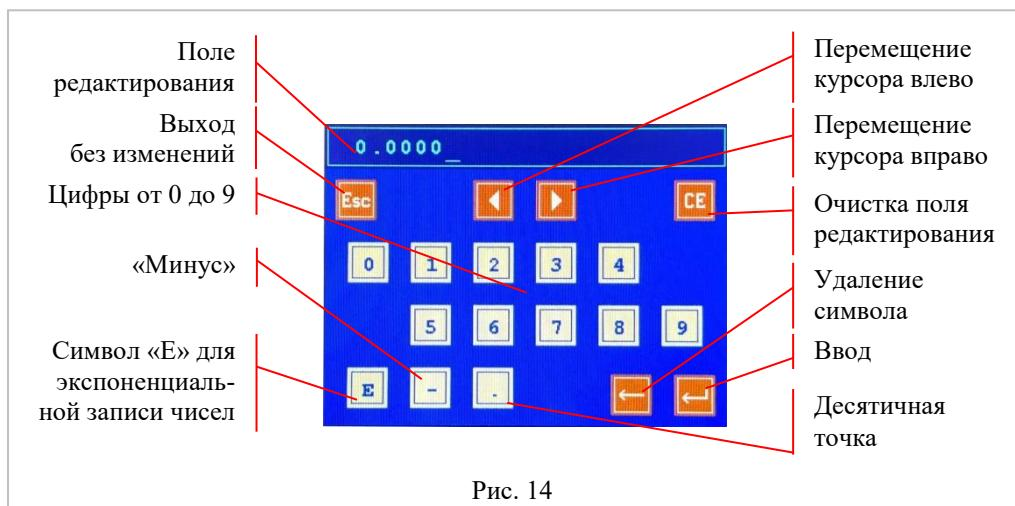

Рис. 14
4.1.7.2 При вводе и редактировании чисел появляется виртуальная клавиатура, рис. 14.